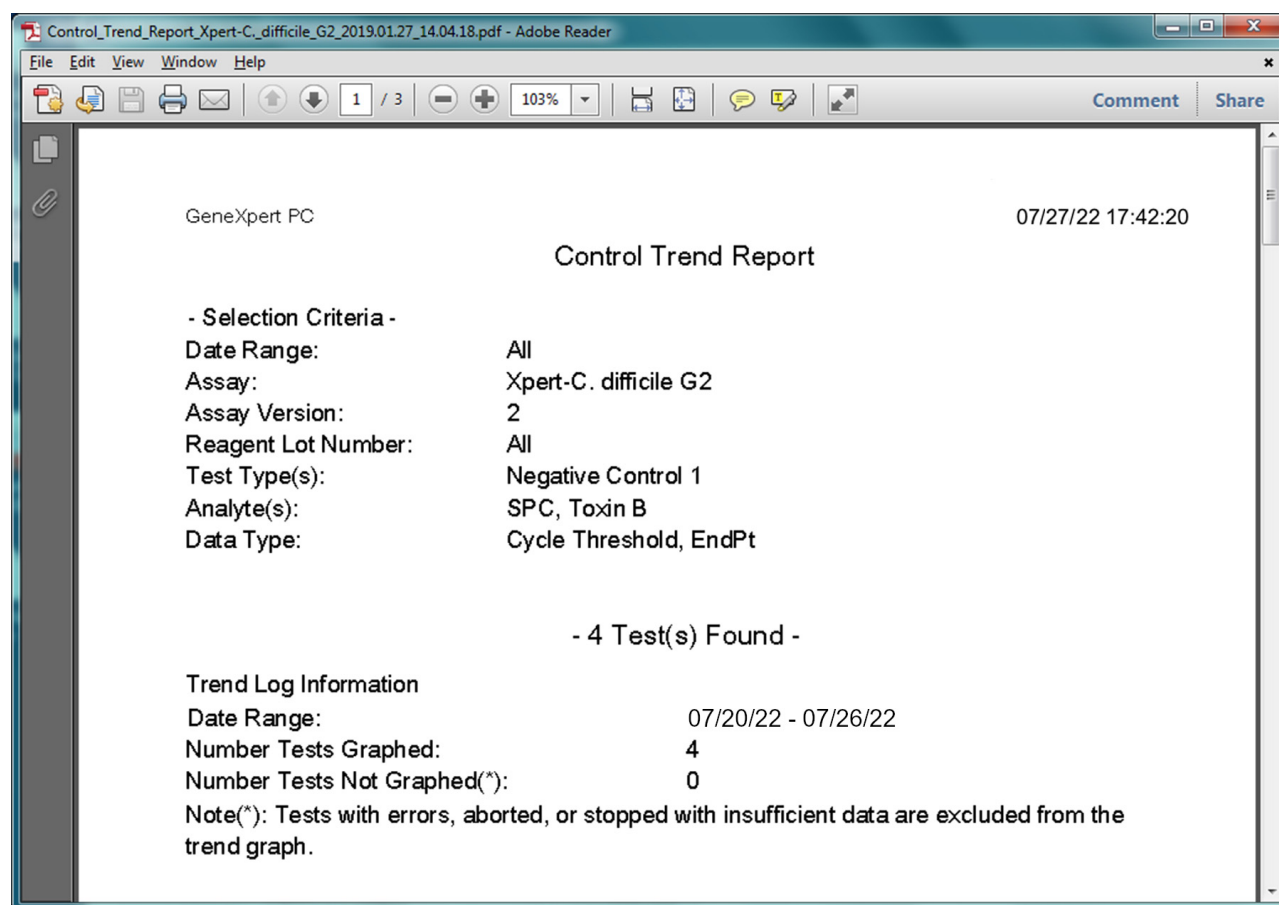

Figura 6-7. Exemplu de Raport referitor la tendințele controlului în fereastra Adobe Reader
- **Previzualizare PDF (Preview PDF)** - Creează un fișier PDF și afișează fișierul în fereastra Adobe Reader. Faceți clic pe butonul **Previzualizare PDF (Preview PDF)** din caseta de dialog Raport referitor la tendințele controlului (Control Trend Report) (consultați Figura 6-2 pentru tendințele analizelor calitative și Figura 6-4 pentru tendințele analizelor cantitative) pentru a crea fișierul PDF al raportului (consultați Figura 6-7). Fișierul PDF poate fi salvat și imprimat din software-ul Adobe Reader.